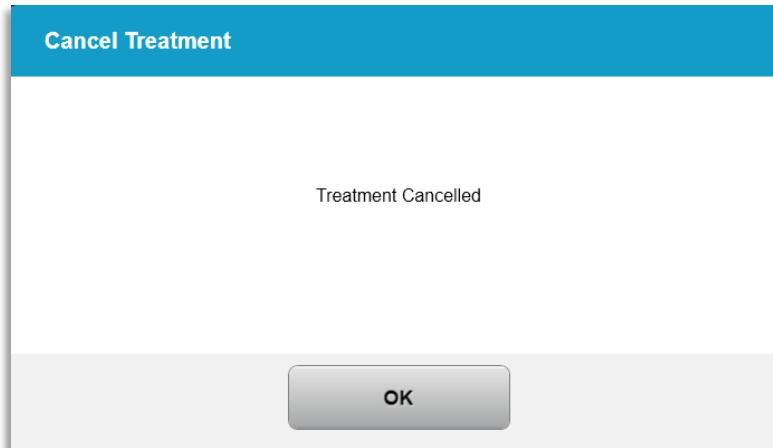

Bild 3-29. Bekräftelse för avbruten behandling
- Om behandlingens avbrott har bekräftats visas meddelandet ”Behandling avbruten” (Treatment cancelled) på skärmen, vilket visas på bild 3-29.